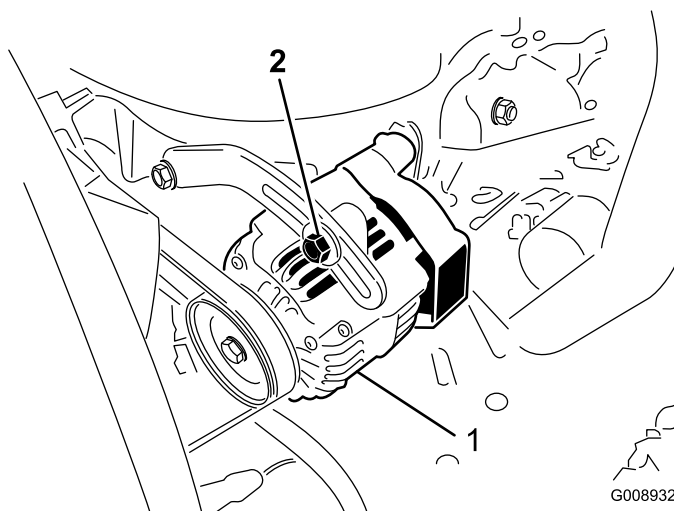

Figure 69
Vérifiez l'état et la tension des courroies (Figure 69) toutes les 100 heures de fonctionnement.
2. Si ce n'est pas le cas, desserrez les boulons de fixation de l'alternateur (Figure 69). Augmentez ou diminuez la tension de la courroie et resserrez les boulons. Contrôlez de nouveau la flèche de la courroie pour vérifier si la tension est correcte.